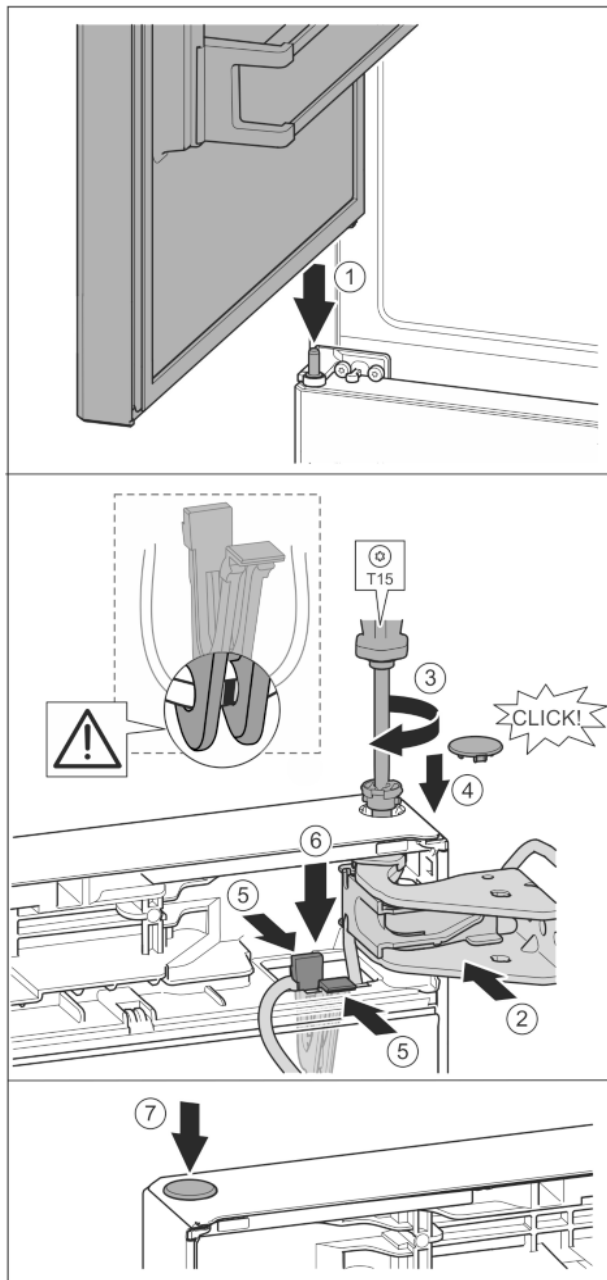

Fig. 41
- Horní dveře usad'te na prostředním ložiskovém čepu Fig. 41 (1)
- Dveře nahoře vyrovnejte s otvorem ve stojanu ložiska. Fig. 41 (2)
- Vložte čep a pevně jej utáhněte šroubovákem T15. Fig. 41 (3)
- K zajištění dveří namontujte bezpečnostní kryt: Bezpečnostní kryt nasad'te a zkontrolujte, zda přiléhá na dveře. V opačném případě čep zcela zasuňte. Fig. 41 (4)
- ▶ Držák s upevněným kabelem vložte do otvoru. *Fig. 41 (5)*
- ▶ Tlačte držák dolů, až lamela zapadne. *Fig. 41 (6)*
- ▶ Vložte zátku. *Fig. 41 (7)*